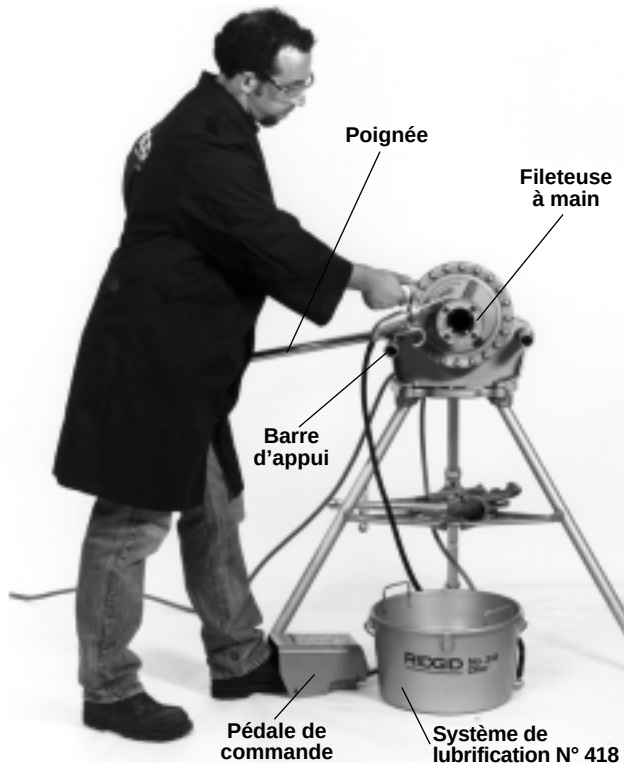

Figure 8 – Filetage à l'aide d'une fileteuse à main
8. Positionnez la pédale de commande de manière à pour contrôler l'appareil, ses outils et le tuyau en toute sécurité. Comme indiqué à la (Figure 8), la pédale doit permettre à son utilisateur de:
3. Tenez-vous en position de travail appropriée (*Figure 8*). Cela vous permettra de maintenir votre équilibre et de contrôler l'appareil et les outils en toute sécurité.
9. Retirez votre main droite de la tête de filière et lubrifiez copieusement le tuyau d'huile pendant l'opération de filetage (Figure 8).